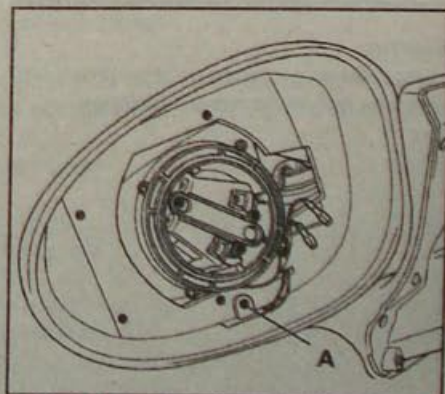

Рис. 14.14. Расположение винта (А) крепления датчика наружной температуры
- Отверните винт (A, рис. 14.14) и извлеките датчик температуры из его гнезда.